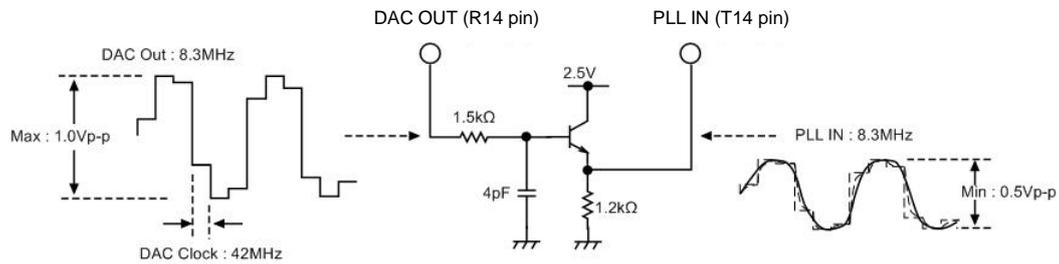

図 6-2 DAC Out 高周波成分除去回路例
- (*4): DAC Out (R14 pin) から 8.3 MHz 振幅 1.0 V_{P-P} の基本波が出力されます。この基本波の高周波成分を除去して PLL IN (T14 pin) へ入力してください。図 6-2 は入力の参考例です。